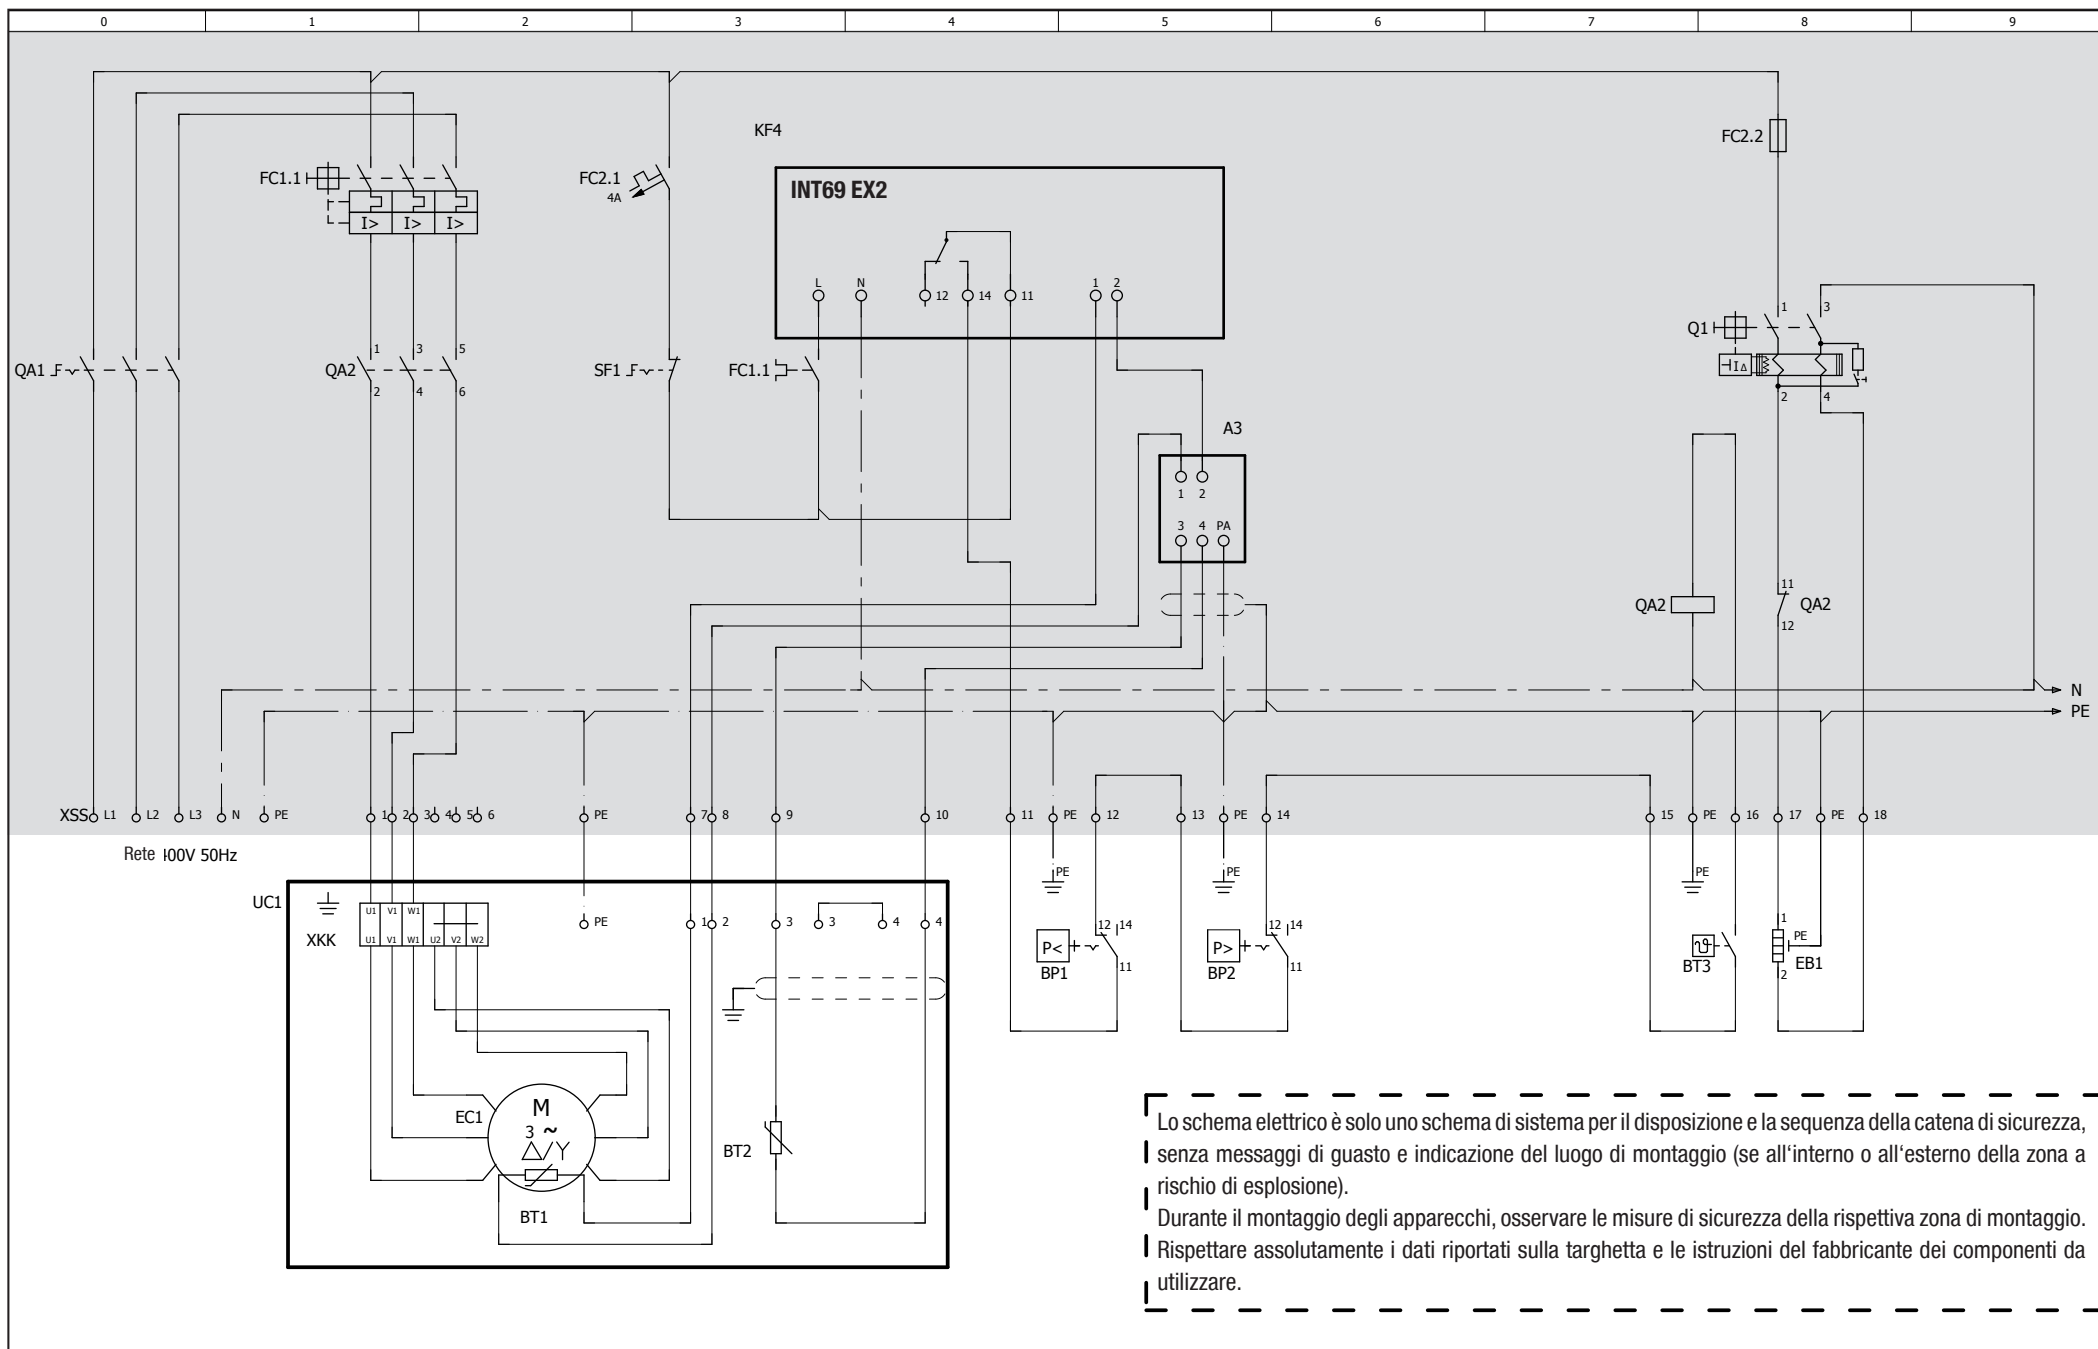

Fig. 19
- Eseguire l'allacciamento del motore del compressore come indicato sullo schema elettrico (v. Fig. 19 o lato interno della cassetta terminale). Per l'allacciamento si devono rispettare le normative locali sulla sicurezza per i lavori su componenti elettrici, le norme di sicurezza (nell'UE: EN 60204, EN 60335 e altre) e le prescrizioni per l'installazione di impianti elettrici in aree a rischio di esplosione (nell'UE: EN 60079-14 e altre).
Cablare la sonda termica a conduttore freddo (PTC) del motore del compressore, i termostati di sicurezza dei coperchi cilindri, il monitoraggio della pressione e della temperatura dell'impianto come indicato sullo schema elettrico (vedi Fig. 19). Osservare l'allacciamento dei sensori PTC.